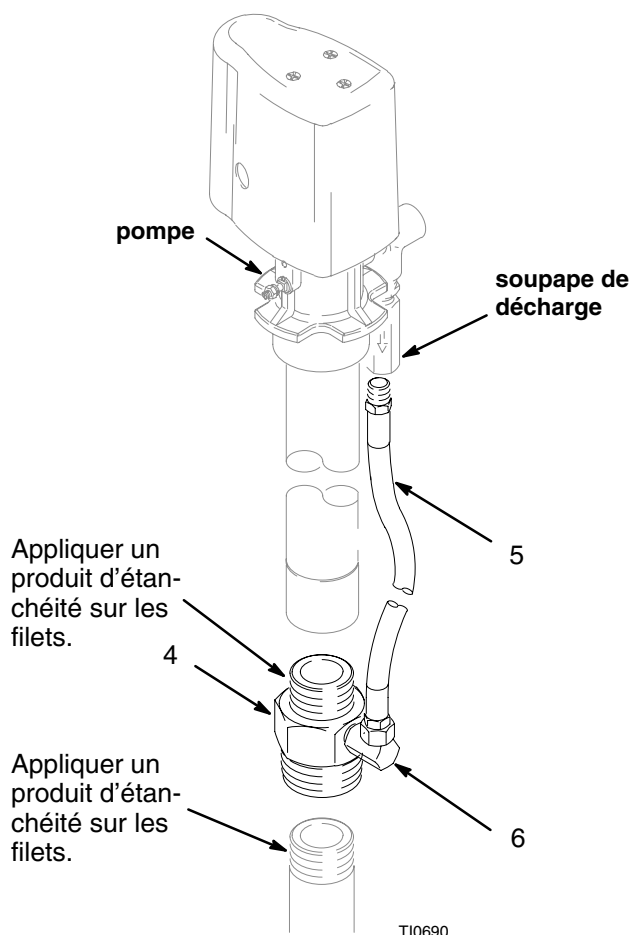

Figure 2
Voir la Figure 2 pour une installation de bonde montée sur contenant
L'ensemble adaptateur de bonde dirige le fluide déchargé de la soupape de décharge à travers l'adaptateur de bonde et le retourne dans le réservoir. Installer comme suit. Voir Figure 2.
2. Visser les filets 2–11 1/2 npt(m) de l'adaptateur de bonde (4) dans la bonde du couvercle du réservoir. Voir Figure 2.
3. Visser la pompe sur les filets 1 1/2–11 1/2 npt(m) de l'adaptateur de bonde (4).
4. Visser l'adaptateur pivotant (6) de 90° dans les filets 3/8 – 18 npt(f) de l'adaptateur de bonde (4), l'écrou de l'adaptateur femelle pointant vers le haut.
5. Visser le flexible à accouplement (5) dans l'orifice fileté de la soupape de décharge en utilisant un produit d'étanchéité pour filets.
7. Raccorder l'extrémité inférieure du flexible à accouplements (5) dans l'adaptateur pivotant (6) de 90° et serrer l'écrou de l'adaptateur. Aucun produit d'étanchéité pour filets n'est requis.
2. Débrancher la conduite de fluide de la sortie de la pompe (A).
3. *Ensembles décharge de la pression 235998, 237893, 237904 et 248296:* Appliquer un produit d'étanchéité sur les filets mâles du Té (2) et visser le Té fermement dans la sortie de la pompe (A).
*Ensembles décharge de la pression 237601, 240429 et 248324:* Appliquer un produit d'étanchéité sur tous les filets du mamelon (7) et utiliser le mamelon pour visser le Té (2) sur la sortie de la pompe. Voir le **Dessin des pièces** à la page 9.
4. Visser les filets 2–11 1/2 npt(m) de l'adaptateur de bonde (4) dans la bonde du couvercle du réservoir. Voir Figure 2.
5. Visser la pompe sur les filets 1 1/2–11 1/2 npt(m) de l'adaptateur de bonde (4).
6. Visser l'adaptateur pivotant (6) de 90° dans les filets 3/8 – 18 npt(f) de l'adaptateur de bonde (4), l'écrou de l'adaptateur femelle pointant vers le haut.
7. Visser le flexible à accouplements (5) dans l'orifice fileté de la soupape de décharge (3) en utilisant un produit d'étanchéité pour filets.
8. Raccorder l'extrémité inférieure du flexible à accouplements (5) dans l'adaptateur pivotant (6) de 90° et serrer l'écrou de l'adaptateur. Aucun produit d'étanchéité pour filets n'est requis.
9. *Ensembles décharge de la pression 248296 et 248324 uniquement:* guider l'extrémité libre du flexible (5) dans le contenant d'alimentation ou réservoir.
10. Raccorder la conduite de sortie du fluide au Té (2) et reprendre l'utilisation de la pompe.